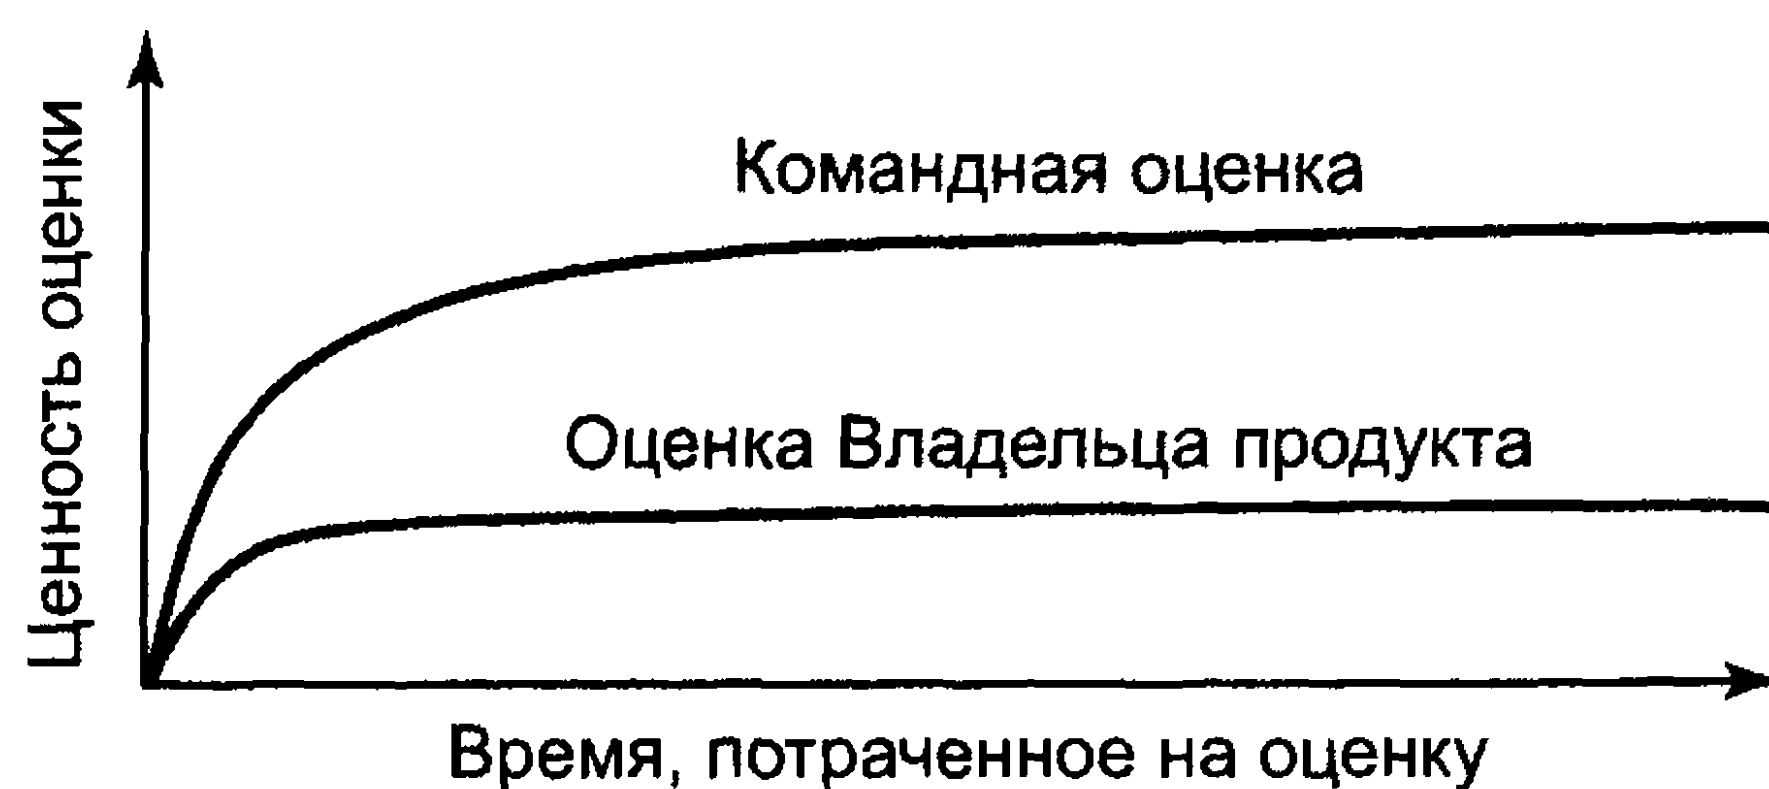

Рис. 4.1. Зависимость величины оценки трудозатрат от длительности времени оценивания
- **Пример.** Требования М могут выполнить три участника команды за четыре дня. Трудозатраты на выполнение требований М составят 12 человеко-дней. Два участника команды будут работать над выполнением требований шесть дней. Оценка трудозатрат должна быть строго ограниченной по времени (рис. 4.1).